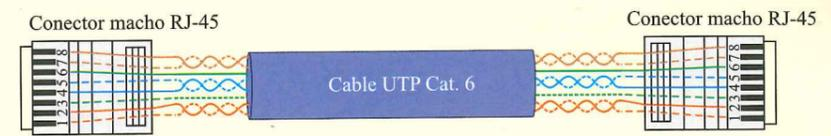

Figura 6.90. Cable de conexión directa.
6.4. Cableado de conexión directa. Realiza el montaje de un cable de pares trenzados de conexión directa, cuya conexión se realizará pin a pin en un conector RJ-45 macho en ambos extremos, según el esquema de conexión (Figura 6.90) (Figura 6.90). Una vez finalizada la conexión en ambos extremos, comprueba la conexión y realiza una prueba de certificación de red para comprobar que las prestaciones cumplen con las normas de referencia.